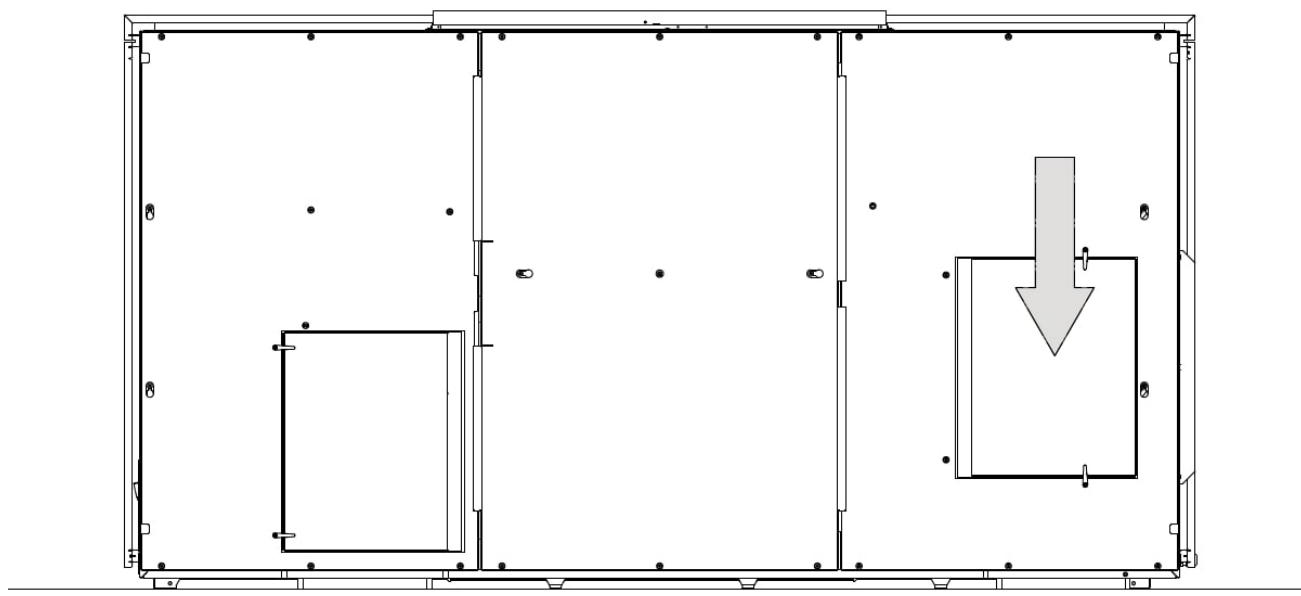

Figur 46: Løft højre sideplade over på hængslerne
11. Løft pladen op og over på hængslerne, ligesom du gjorde på den anden side, se Figur 46.